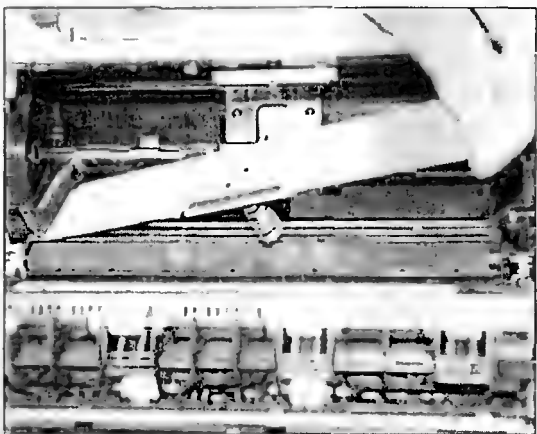

Рис. 5.14
- Снимают планку подачи бумаги (рис. 5.14) движением вверх и на себя, фиксируя пружину, расположенную посередине с обратной стороны планки.